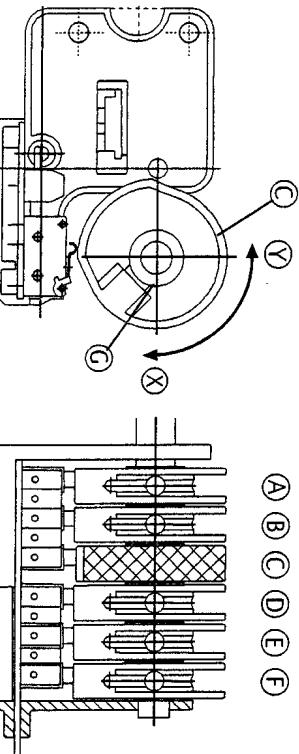
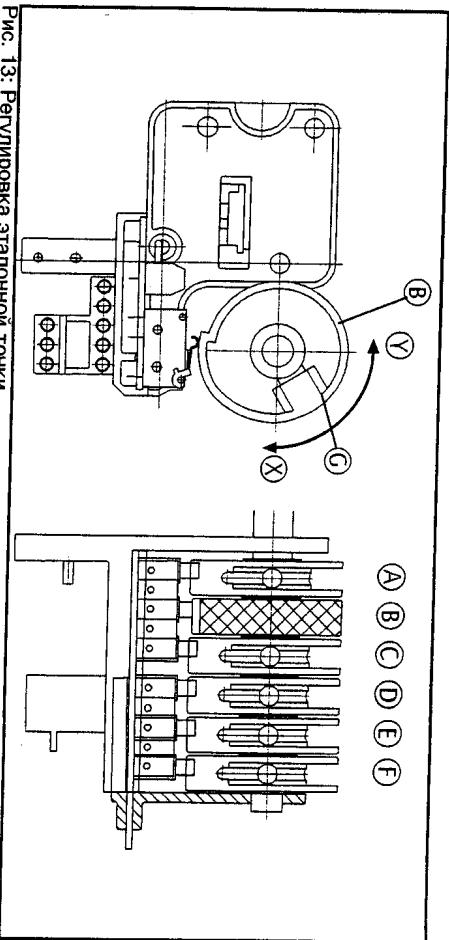
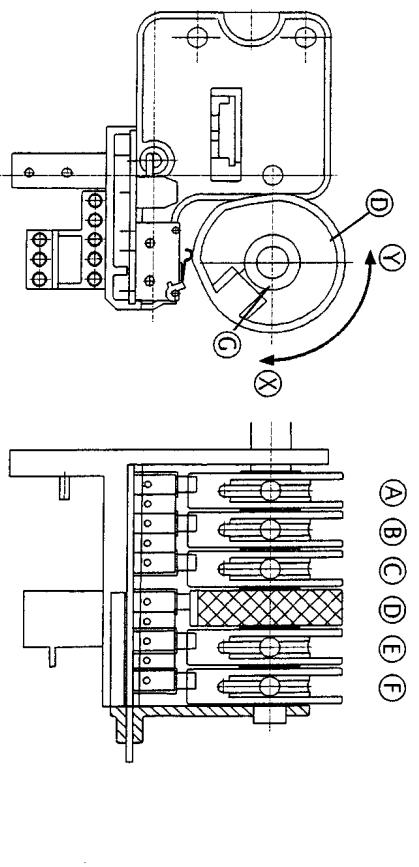

Рис. 12: Главная остановка, конечное положение ЗАКР
Рис. 13: Регулировка эталонной точки
Рис. 14: Регулировка плавной остановки, конечное положение ОТКР
Относится к пункту 6.3.1 (рис. 12), 6.3.2 (рис. 13) и 6.3.3 (рис. 14)
- Отрегулируйте контактный кулачок (С), как это показано на рис. 12.
- Заденьте контактный кулачок (С) путем затягивания потайного винта (G).
- Отрегулируйте контактный кулакок (B), как это показано на рис. 13.
- Заденьте контактный кулакок (B) путем затягивания потайного винта (G).
- Отрегулируйте контактный кулакок (D), как это показано на рис. 14.
- Задфиксируйте контактный кулакок (D) путем затягивания потайного винта (G).
- Отрегулируйте контактный кулакок (F) в соответствии с инструкцией.
- Задфиксируйте контактный кулакок (F) путем затягивания потайного винта (G).